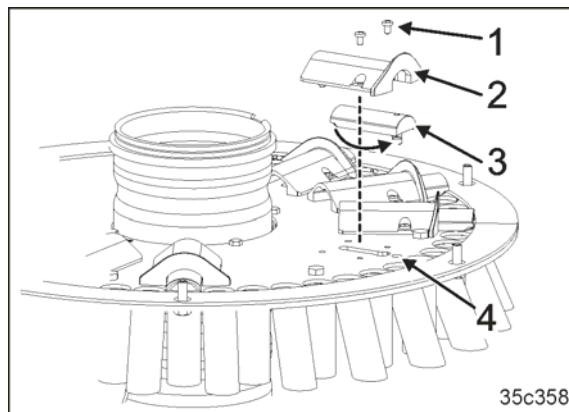

Bild 212
10. Lossa skruvarna (Bild 212/1).
11. Ta bort spjälltunneln (Bild 212/2).
12. Spjället (Bild 212/3) sitter fast i styrningen.
13. Vrid spjället (Bild 212/3) och sätt in det i hålet (Bild 212/4).
14. Skruva fast spjälltunneln (Bild 212/2) på grundplattan.